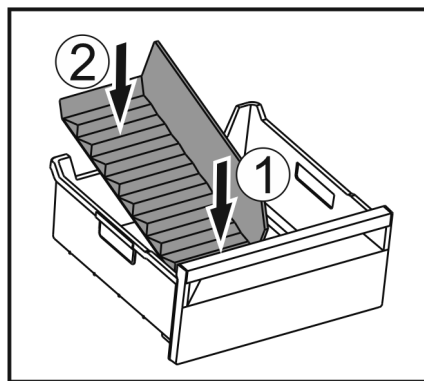

Fig. 171
- ▶ Vložte přední část přepážky přihrádky na led. Fig. 171 (1)
- ▶ Zadní část přepážky přihrádky na led spusťte až na dno zásuvky. Fig. 171 (2)